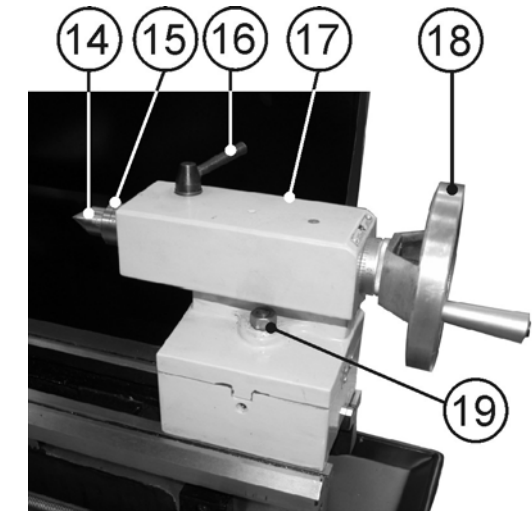

Рис.10
фиксирующей положение задней бабки (17). Поверните ручку фиксации положения пиноли (16) против часовой стрелки. Маховиком перемещения пиноли (18) по часовой стрелки подожмите центр (14). Поворотом ручки фиксации положения пиноли (16) по часовой стрелке зафиксируйте установленное положение пиноли (15), Рис. 10.